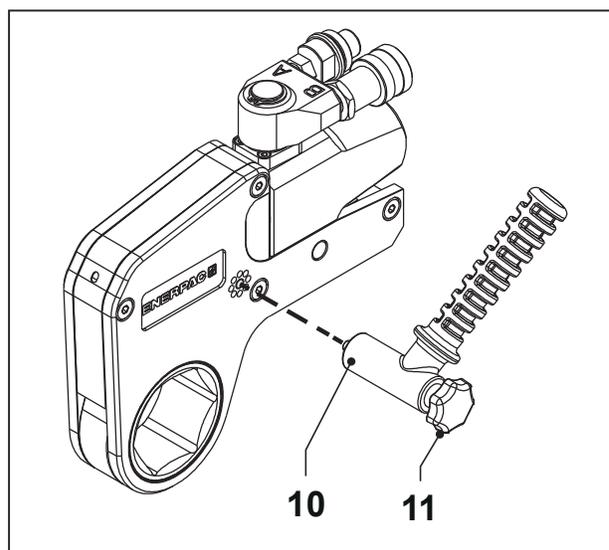

Fig. 3
3.2 Fixation de la poignée de positionnement (fig. 3)
- Fixer la poignée de positionnement (10) à l'aide de la vis moletée (11). La poignée peut être installée de l'un ou l'autre côté de la clé.